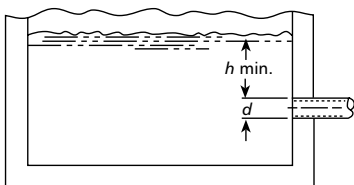

Figure 2
3.6. Le diamètre ( $D$ ) et la hauteur d'immersion ( $H$ ) de l'orifice d'entrée du tuyau d'aspiration doivent être suffisants pour empêcher l'aspiration d'air par vortex (V. fig. 2 à 5).